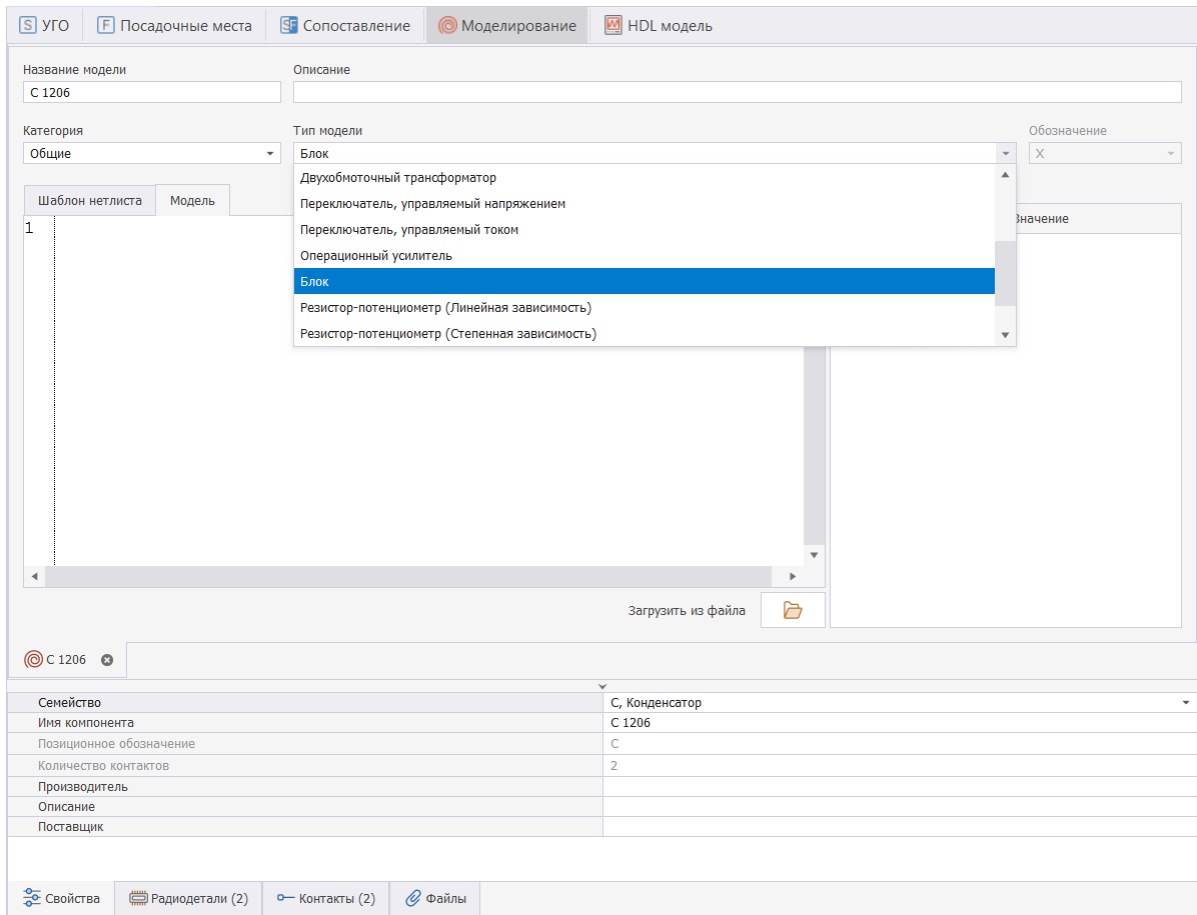

Рис. 7 Выбор типа модели
4. Выберите из списка тип модели, Рис. 7.